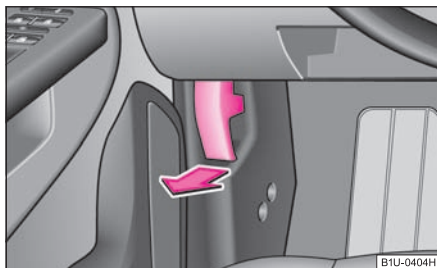

Fig. 142 Palanca de desbloqueo para el capó
- Tire de la palanca de desbloqueo debajo del tablero de instrumentos, lado del conductor ⇒ fig. 142.
- Desbloquee el capó del vano motor ⇒ fig. 142.